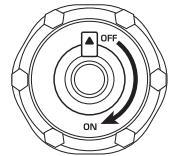

Abb. 4
3. Stellen Sie die Entlüftungsöffnung am Tankdeckel in die Position „ON“ (Abb. 4).